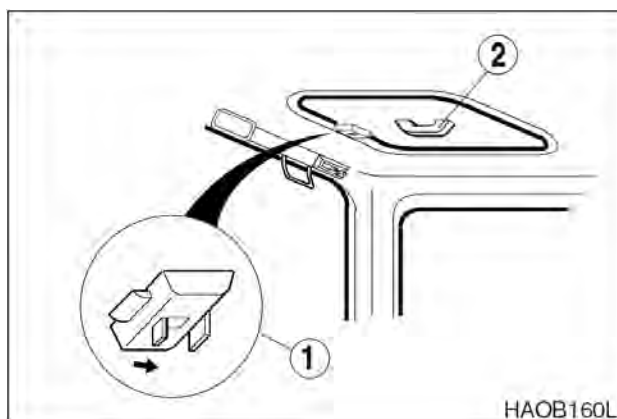

Рис. 105
3. Оттянуть задвижку (1, рис. 105) в центре крышки люка спереди и вытолкнуть ее вверх за ручку (2).
3. Потянуть крышку вниз за ручку (2, рис. 105) так, чтобы задвижка (1) защелкнулась в скобе, расположенной на раме потолка.